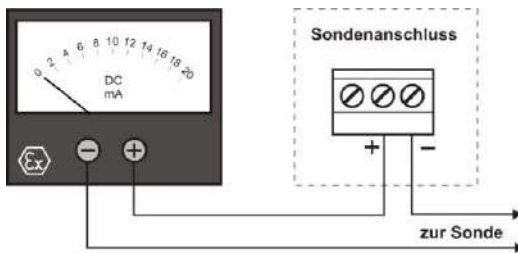

Abbildung 9. Messung des Sondenstroms
3.3 Ein mA-Meter wie in Abbildung 9 dargestellt anschließen. Messwerte mit den in Tabelle 5 aufgeführten Werten vergleichen.